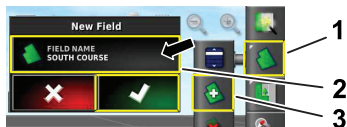

图 5
3. 按场地名称图标输入场地名称然后按绿色复选框图标图 5。